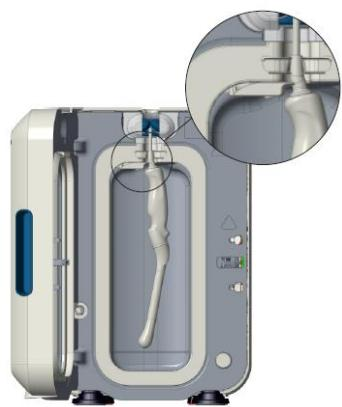

Figure 3
- **IPP** Le guide intégré de mise en place de la sonde (GIS) du trophon2 est un mécanisme entièrement intégré au trophon2 (voir la Figure 3 ci-dessous) qui améliore le positionnement de toutes les sondes convexes homologuées dans la chambre du trophon2. Pour de plus amples informations sur l'utilisation du GIS, veuillez consulter le mode d'emploi du trophon2.